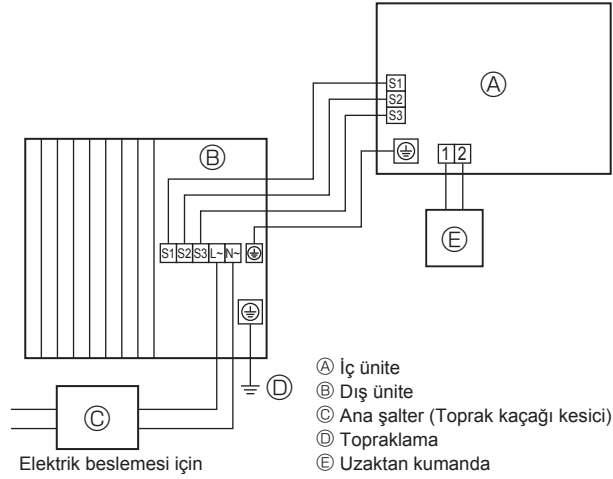
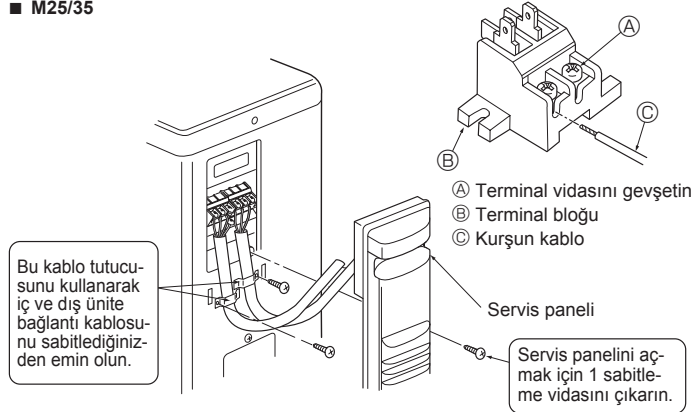
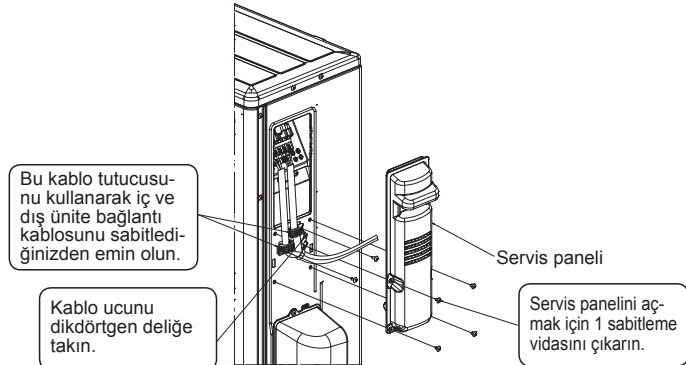

Fig. 6-1
Fig. 6-3
Fig. 6-4
### 6.1. Dış ünite (Fig. 6-1, Fig. 6-2, Fig. 6-3, Fig. 6-4)
- ① Servis panelini çıkarın.
- ② Fig. 6-1, Fig. 6-2, Fig. 6-3 ve Fig. 6-4'e bakarak kabloları döşeyin.